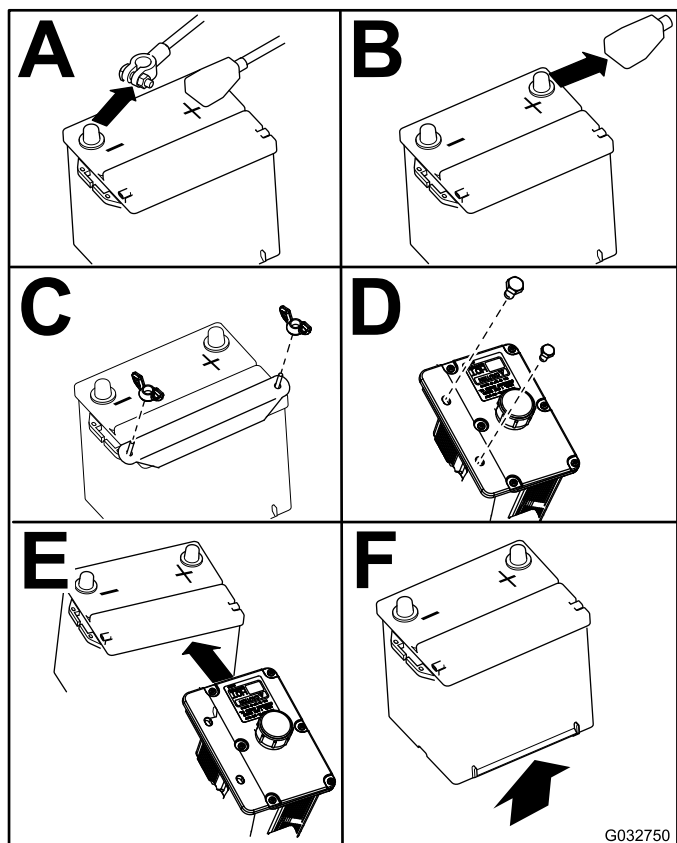

Bild 73
4. Nehmen Sie die Batterie heraus, wie in Bild 73 abgebildet.